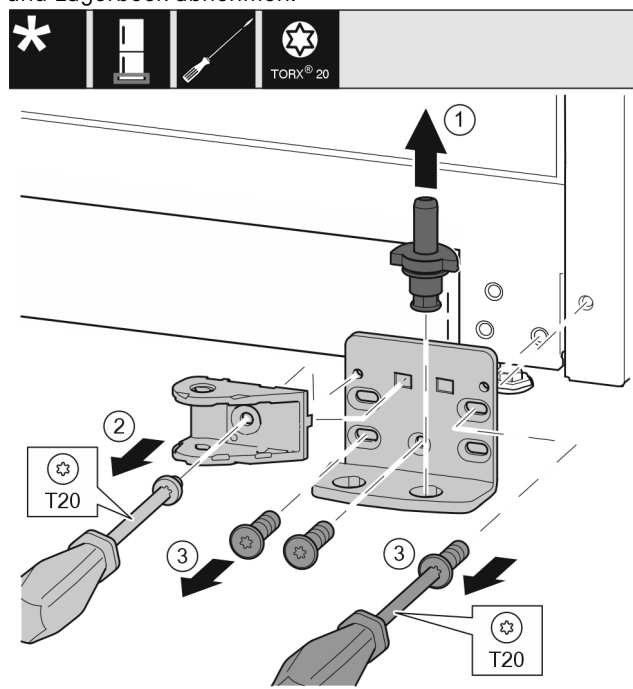

Fig. 43 *
- Lagerbolzen Fig. 43 (1) komplett nach oben herausziehen.*
- Schraube Fig. 43 (2) mit Schraubendreher herausdrehen und Schließdämpferverbindung abnehmen.*
- Schrauben Fig. 43 (3) mit Schraubendreher herausdrehen und Lagerbock abnehmen.*